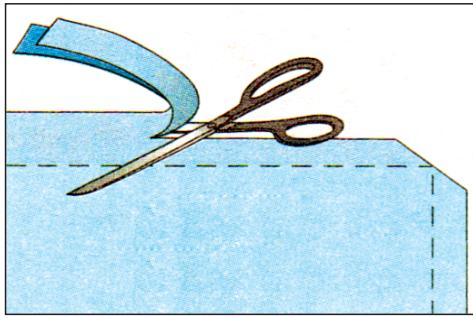

Рис. 9. Срезание припусков шва
1. Срезать припуск шва до ширины 3–5 мм. Срезать наискосок припуски шва на внешних углах (рис. 9).